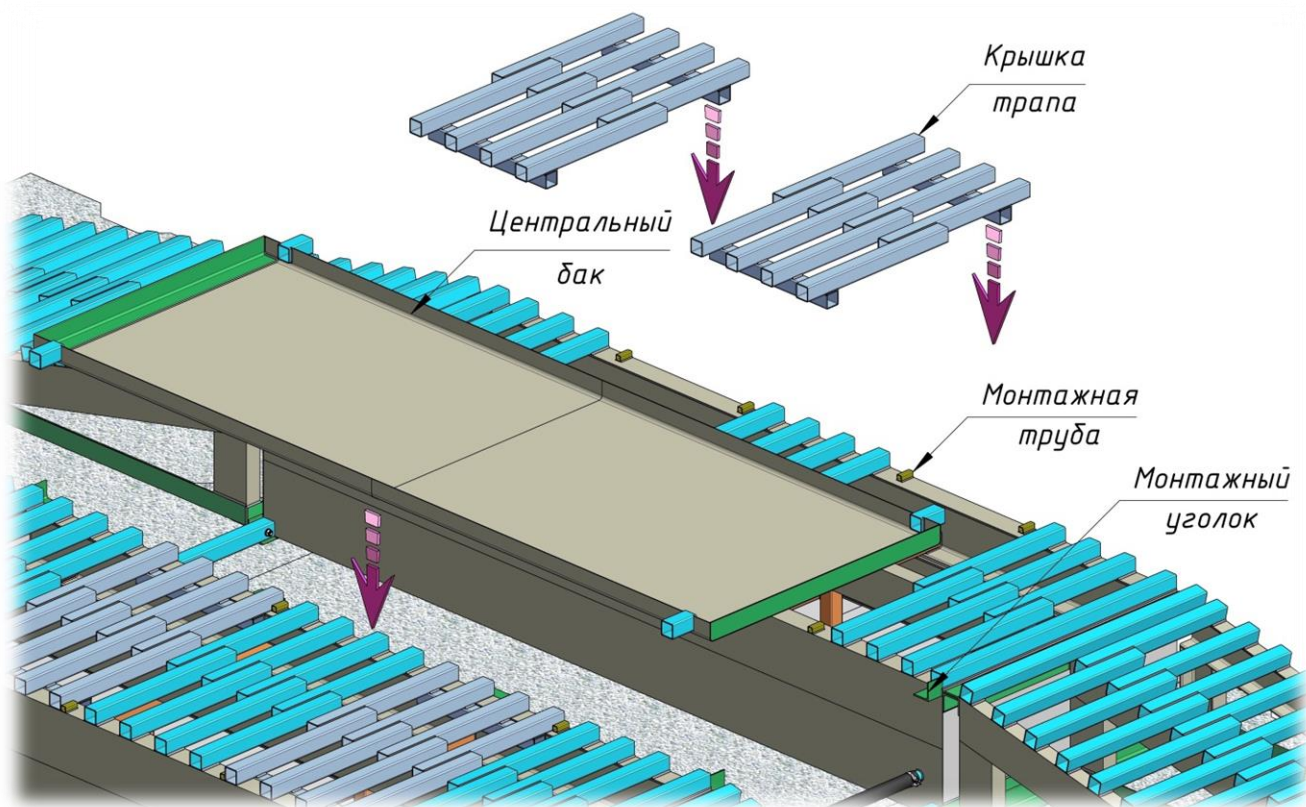

Рисунок 4
- между трапами на монтажные уголки укладывается центральный бак. Каждый трап укрывается 2 крышками, которые устанавливаются в проем между монтажными трубами (смотри рис. 4);